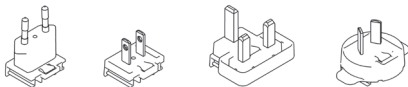
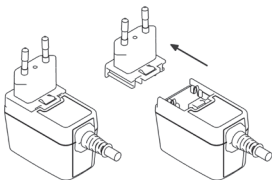

Рис. 3 EC США/Япония Великобритания Австралия
Рис. 4
Вилки блока блока питания (4) взаимозаменяются, что позволяет работать по всему миру. На рис. 3 и рис. 4 описана процедура замены вилки.